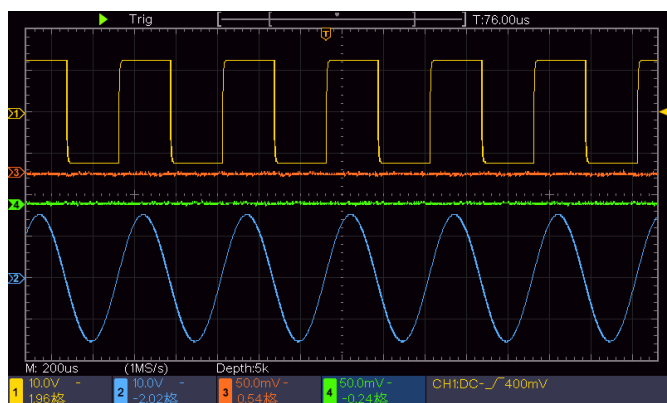

Рисунок 4.1. Информация о положении осциллограммы по вертикали
- Регулятор «**Scale**» в поле «**Vertical**» используется для регулировки разрешения осциллограмм по вертикали. Разрешение по вертикали меняется с шагами 1-2-5. Когда положение осциллограммы по вертикали изменяется, измененная величина смещения для данного канала отображается в левом нижнем углу дисплея (см. рисунок 4.1).